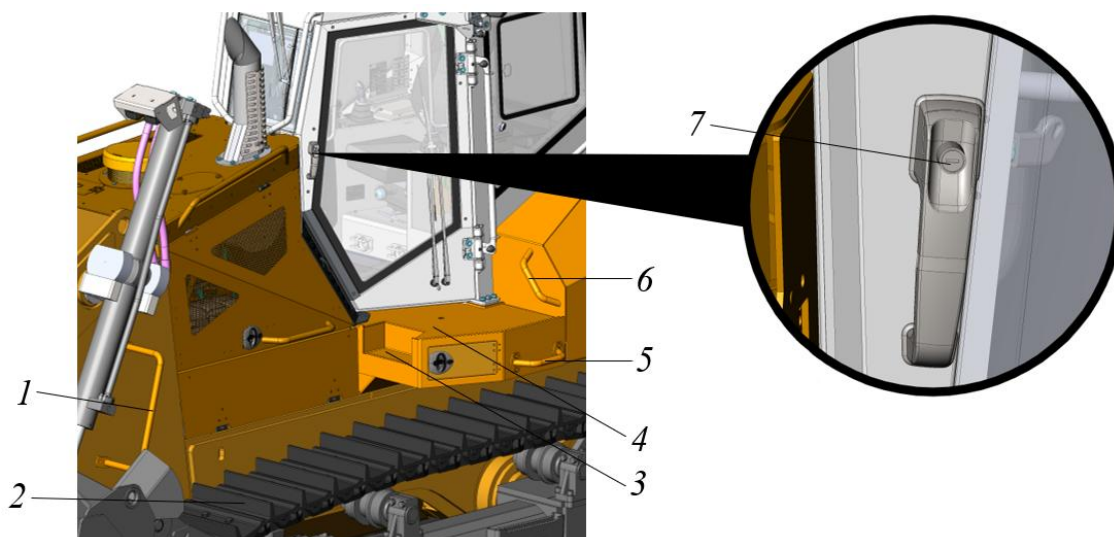

Рисунок 3.47. Вход в кабину оператора
Вход в кабину и выход из нее должен осуществляться по специально предусмотренным для этих целей системам доступа (поручни 1, 5, 6, подножки 3, трапики 4) и частям машины (гусеничные ленты поз. 2) (рис. 3.47).
- ▶ нажать на кнопку замка 7, рис. 3.47 и потянуть за ручку двери на себя.